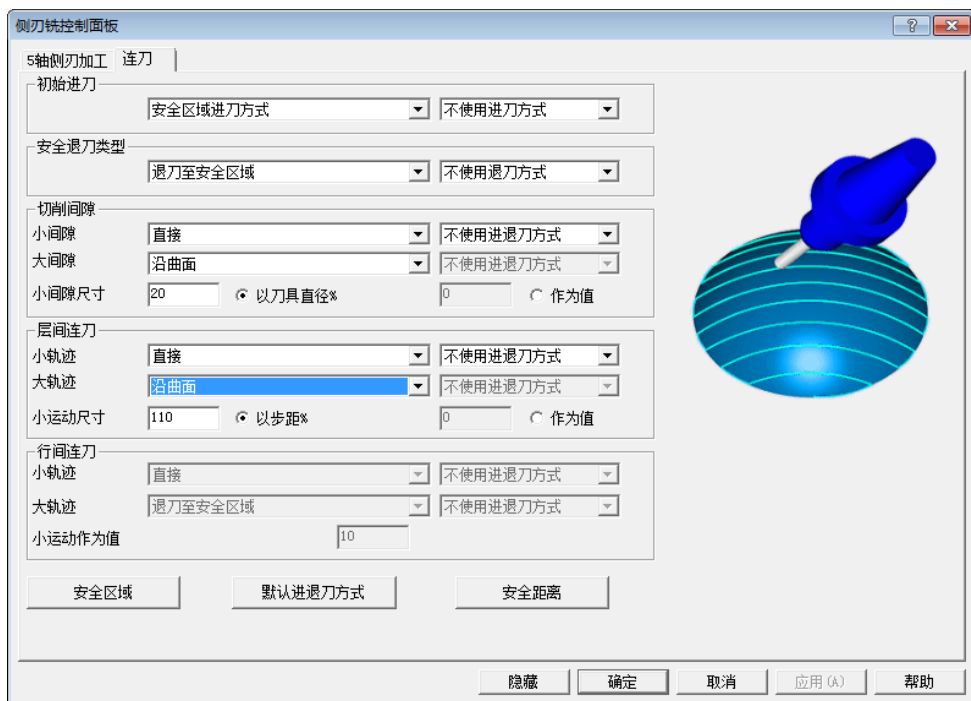

图 5-117 “连刀”选项卡(3)
- 选择“连刀”选项卡(3)，设置相关参数如图 5-117 所示，单击“确定”按钮退出“侧刀铣控制面板”对话框。